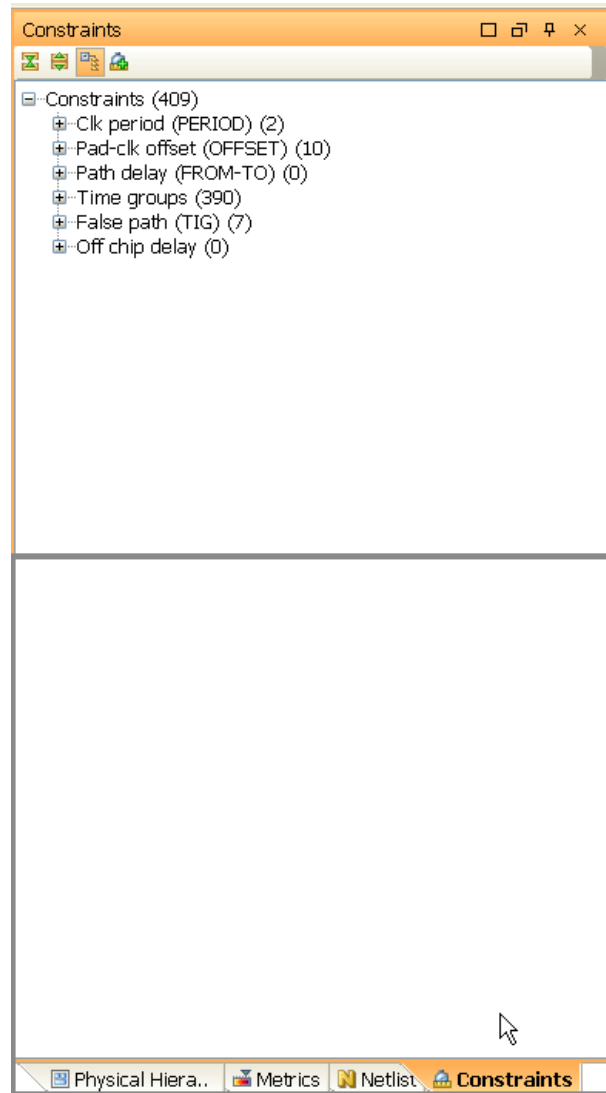

図 3-29 : [Constraints] ウィンドウをドラッグしウィンドウと並べて表示
1. タブをクリックします。図 3-29 の例では、[Constraints] タブをクリックしています。